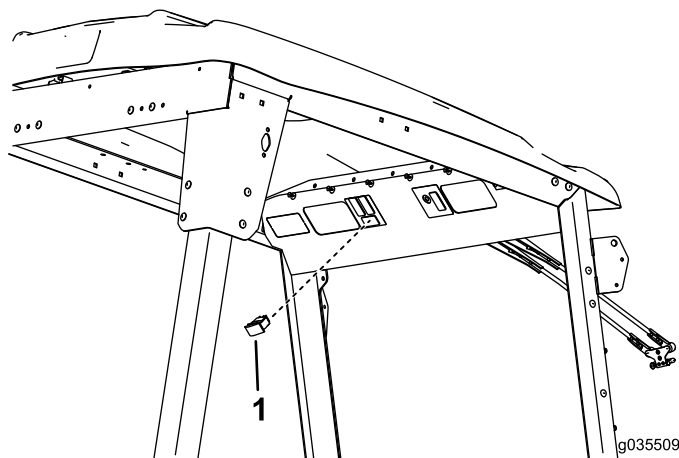

Figura 12
2. Localice el conector del arnés de cables existente y conecte el interruptor al conector (Figura 12).